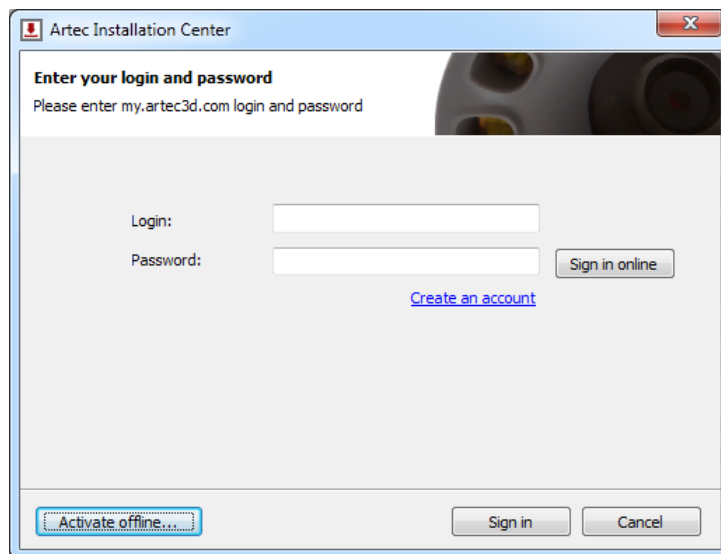

Рис. 4.14: Окно аутентификации в Artec Installation Center
2. В процессе установки откроется окно ввода регистрационных данных, как показано на Рис. 4.14. Нажмите кнопку *Активировать офлайн*